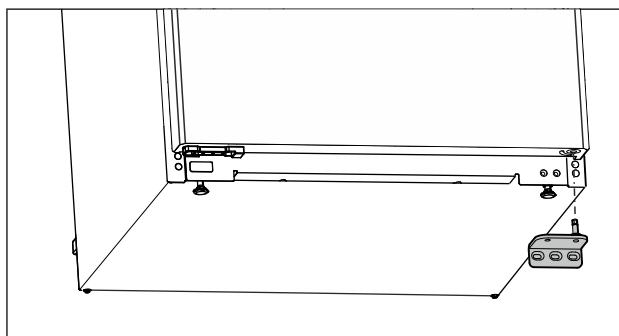

Fig. 7
- ▶ Zdjąć płytkę zawiasu w dół. (patrz Fig. 7)